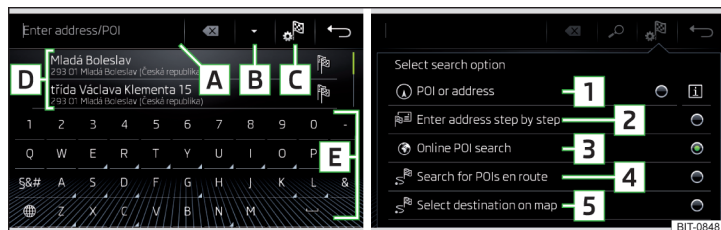
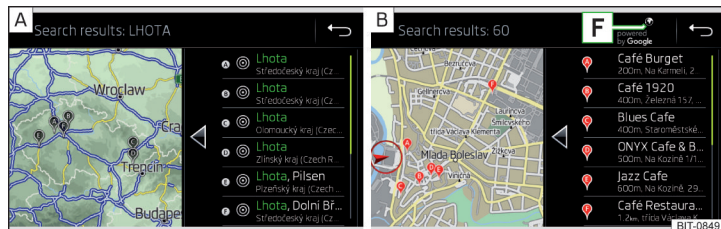
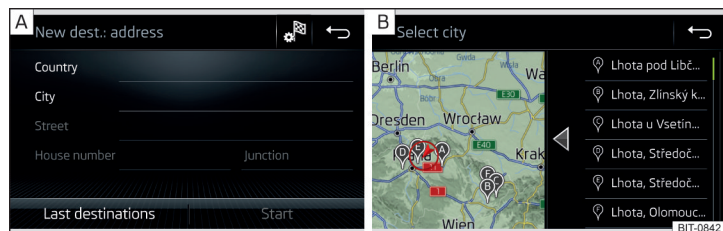

Fig. 228 Buscar destino: Menú principal / Selección del modo de búsqueda
Fig. 229 Lista de los destinos solicitados: en los datos de navegación / online
Fig. 230 Introducir destino a través de la dirección: Menú principal / Lista de los lugares seleccionados
- ▶ Si no se visualiza ningún menú para la búsqueda del destino, sino uno para la introducción del destino a través de la dirección o para la introducción del destino en el mapa, entonces pulsar la superficie funcional → **1** » fig. 228.
Descripción de las superficies funcionales » fig. 228 o » fig. 229
- ▶ Pulsar la superficie funcional **C** → **1/2/4/5** » fig. 228.
- ▶ Para la visualización de los destinos solicitados, pulsar la superficie funcional **B** » fig. 228.
- ▶ Pulsar ligeramente la superficie funcional **C** → **3** » fig. 228.
- ▶ Para la búsqueda del destino por medio de los parámetros señalados, pulsar la superficie funcional **B** » fig. 228.
- Si no se visualiza el menú para la introducción del destino a través de la dirección » fig. 230 - A, entonces pulsar la superficie funcional → **2** » fig. 228 de la pág. 204.
Existe la posibilidad que se visualice automáticamente un mapa con una lista de los lugares con el mismo nombre durante la introducción de un nombre del lugar » fig. 230 - B.
- Luego pulsar la superficie funcional → **5** » fig. 228 de la pág. 204.